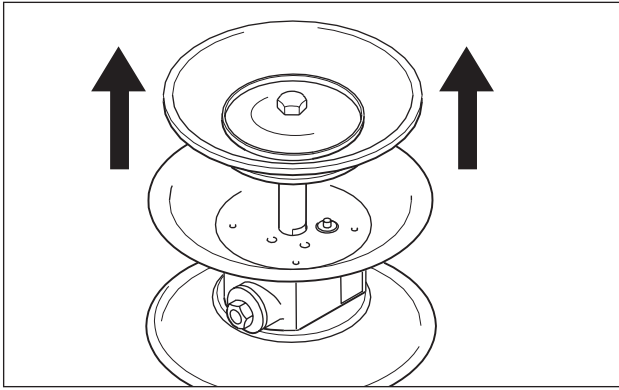

Fig. 11: Retirar a biela.
- Retirar a biela com a segunda membrana do bloco central e desmontar a segunda membrana conforme anteriormente descrito (Fig. 11).